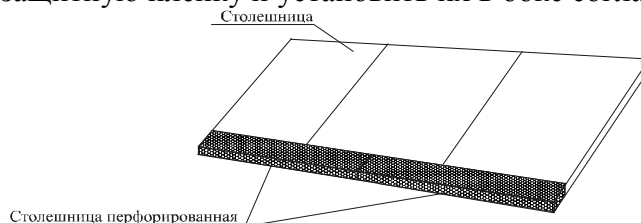

Рис. 7. Столешница в сборе
5.9 Снять со столешниц защитную пленку и установить их в бокс согласно рис.7.